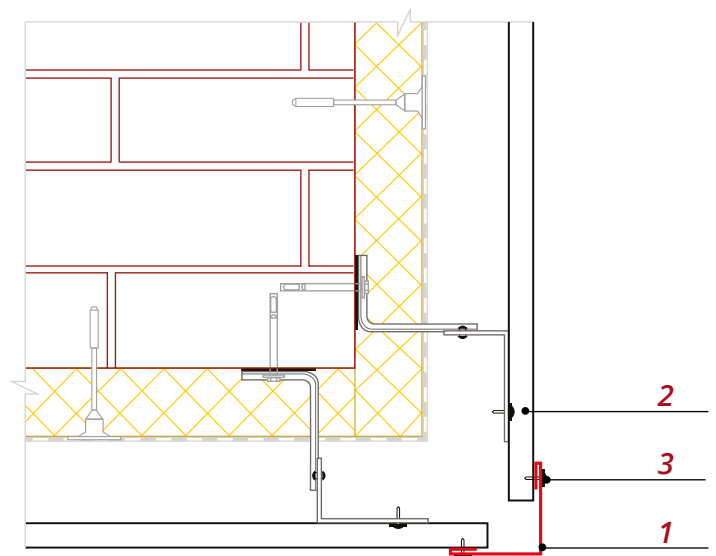

Рис. 7
- Менее эстетичный вариант отделки внешних углов – Планка угла внешнего простая **1**. После монтажа панелей сайдинга **2** закрепите к ним саморезами **3** Планку угла как показано на рис. 7. Минус этого варианта в том, что виден крепеж. Рекомендуется использовать саморезы ПШС с окрашенной головкой, стальные вытяжные заклепки или кровельные саморезы 5.5*19.